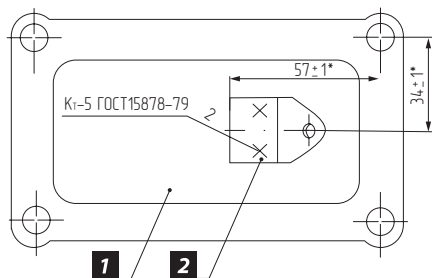

Рис. 14
5. Кронштейн оттяжной пружины приварите или закрепите болтами к крышке люка установки механизма, как показано на **Рис. 14**.